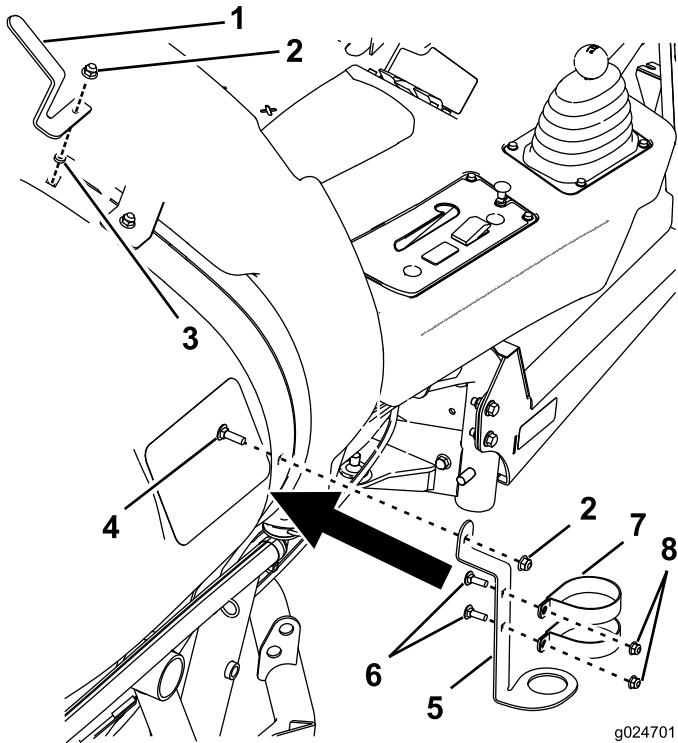

Figura 3
3. Instale el soporte de la pistola de fumigación y el soporte de la manguera (Figura 3).